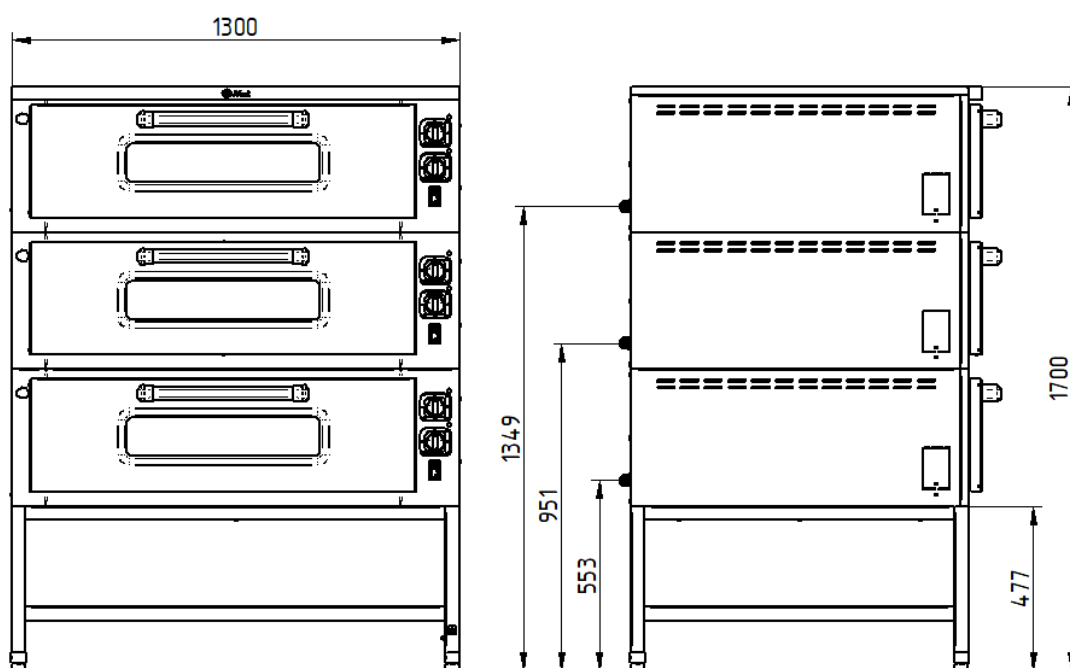

Рис. 3. Общий вид ЭСП-3-01.
- подключить изделие к электросети (3N/PE 400В 50Гц, пятипроводная трехфазная электрическая сеть с отдельным нулевым рабочим и защитным проводом) согласно действующему законодательству и нормативам. Электроподключение производится только уполномоченной специализированной службой с учетом надписей на табличках, маркировкой зажимов на клеммном блоке изделия и в соответствии со схемой электрической принципиальной. Электропитание подвести через кабельный ввод (гермоввод) на клеммный блок каждой секции изделия отдельным шнуром питания от электрического шкафа управления через автоматический выключатель с комбинированной защитой, реагирующий на номинальный рабочий ток 10А и ток утечки 10мА, предварительно сняв крышку правой боковой стенки (см. Рис. 3).